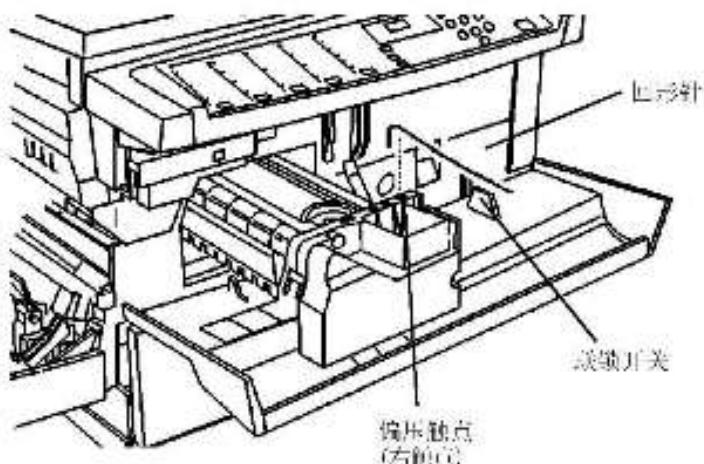

图 1 偏压触点
- 人为顶上前门联锁开关(图 1)，在制作副本的同时观察仪表。